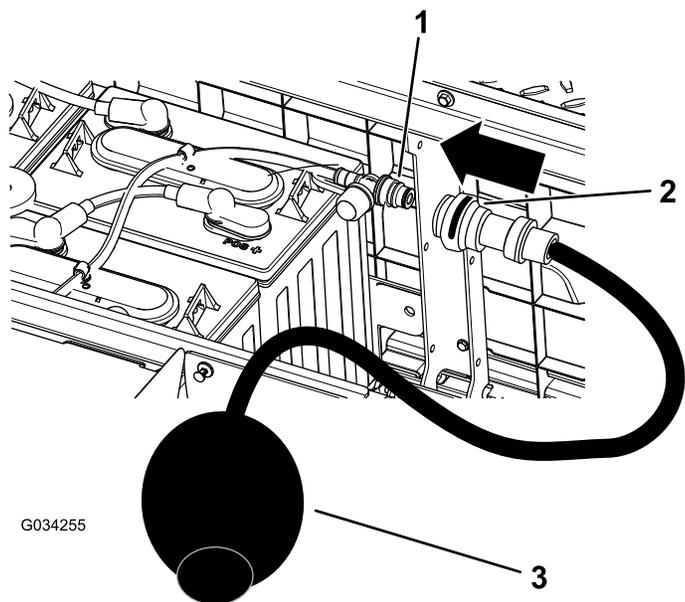

Рисунок 37
4. Подсоедините ручной водяной насос Того к отверстию для заливки воды (Рисунок 37).